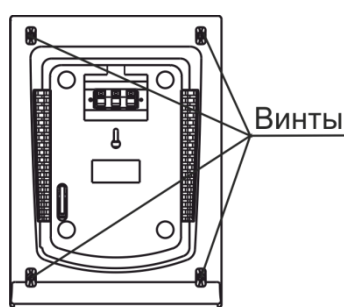

Рисунок 9.15
- снять крышку корпуса, отвернув 4 винта на основании ОПР (см. рисунок 9.15):